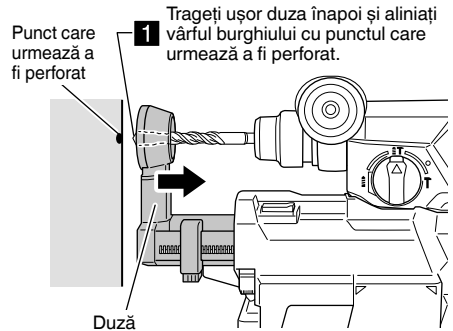

Fig. 10
- (1) Prindeți duza cu mâna și trageți-o ușor înapoi și aliniați vârful burghiului cu punctul care urmează a fi perforat. (Fig. 10)